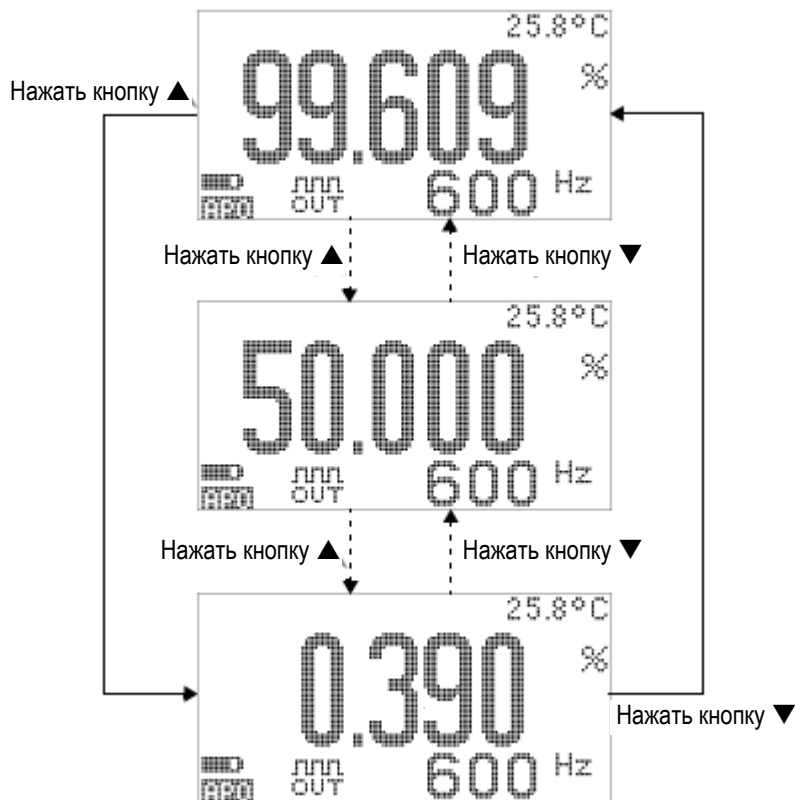

Рис. 3-13 Регулировка коэффициента заполнения выходного сигнала прямоугольной формы
3. Чтобы изменить значение коэффициента заполнения, нажимайте кнопки ▲ и ▼. Коэффициент заполнения можно устанавливать с дискретностью 0,390625% (256 ступеней). Однако это значение индицируется с разрешением индикации не лучше, чем 0,001% (см. рис. 3-13).